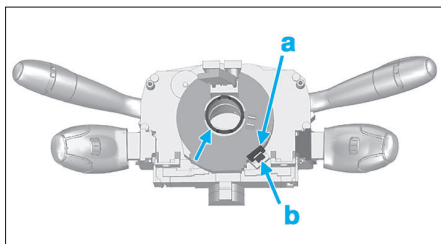

Fig. 4
- Le réglage est garanti par l'alignement de l'encoche (a) et de l'index (b) pour un produit de marque Delphi (Fig.4).
- Appuyer au centre du contacteur tournant (flèche) (Fig.4).
- Contrôler l'alignement de l'encoche (a) et de l'index (b) (Fig.4).